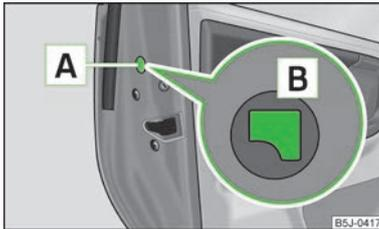

Abb. 16
- Die Blende **A** abbauen » Abb. 16.